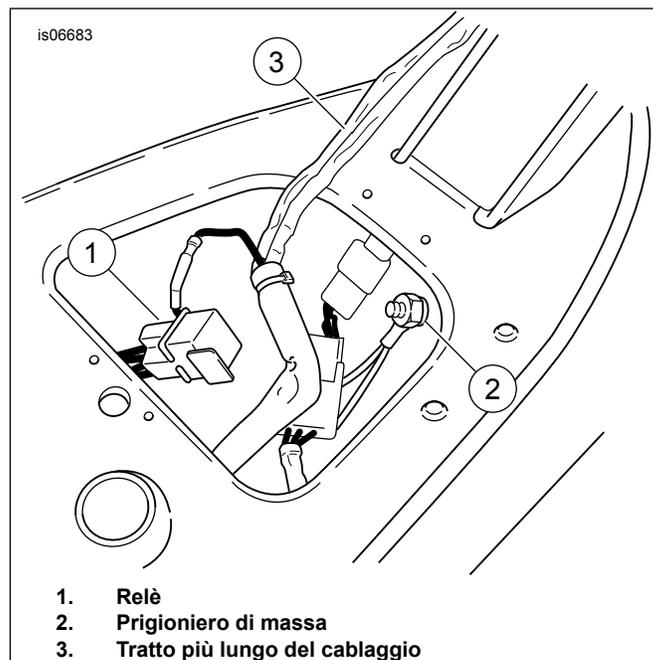

Figura 5. Installazione del cablaggio (mostrato il modello FXDWG)
11. Vedere Figura 5. Installare il cablaggio. Porre il relè (1) nell'apertura nel fondo della sella e far passare il tratto più lungo del cablaggio (3) lungo il dorsale del telaio.